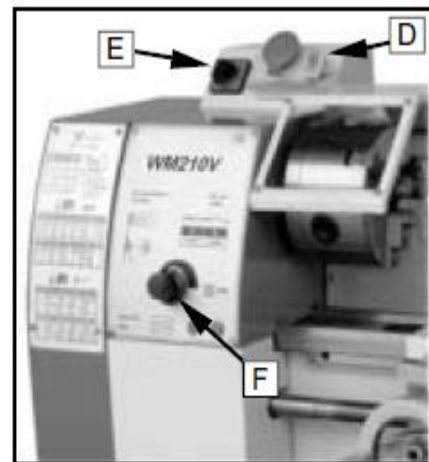

Рис. 9
Ходовой винт установлен с передней стороны станины станка. Он подключен к редуктору слева для выполнения автоматической подачи, и имеет по подшипнику с каждой стороны. Две шлицевые гайки (В, Рис. 9) с правого конца используются для компенсации люфта ходового винта.
1. Кнопка аварийной остановки (D, Рис. 9)
2. Переключатель направления работы шпинделя (E, Рис. 9)
3. Регулятор частоты вращения шпинделя (F, Рис. 9)